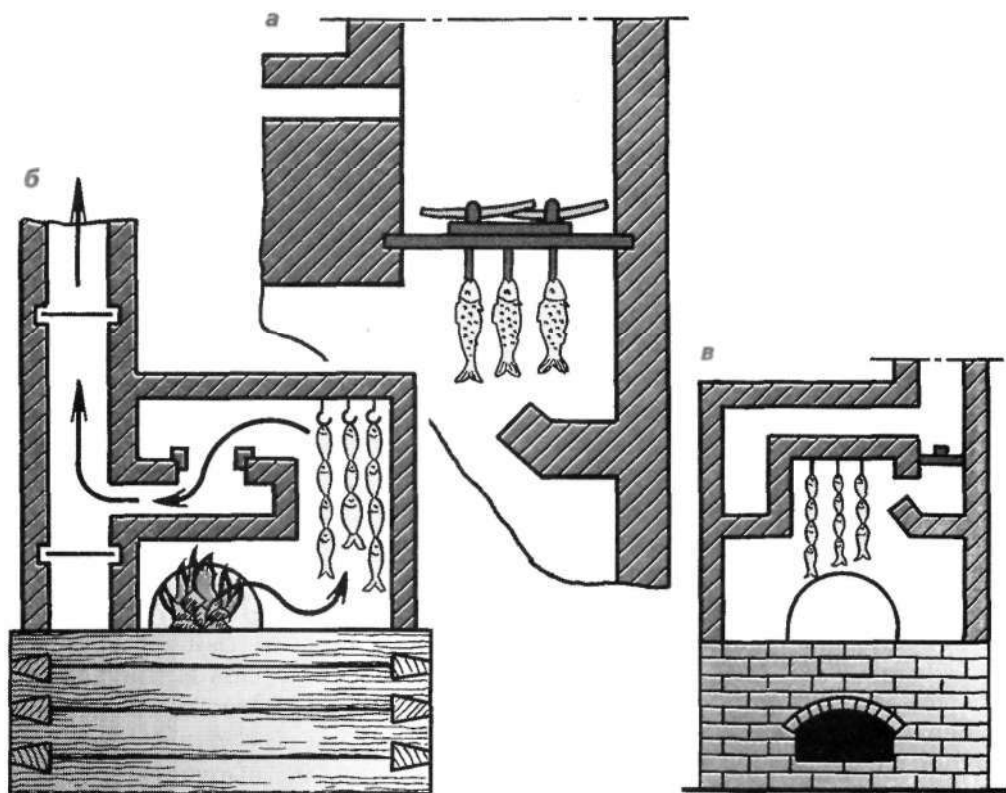

Рис. 90
**Горячее копчение.** При горячем копчении рыба не только коптится, но и прожаривается. Такая рыба имеет более высокие вкусовые качества, но хранится она гораздо меньше, и то только в леднике или холодильнике. Небольшое количество рыбы всегда можно подвергнуть горячему копчению во время очередной топки печи, подвесив ее в перетрубье под вьюшкой (рис. 90, а). С этой целью несколько рыб связывают попарно и подвешивают на деревянных палочках, положенных на бортики открытой вьюшки.
ли несколько снизок рыбы (рис. 90, б, в). Поскольку в перетрубье газы, выходящие из устья печи, имеют высокую температуру, то рыба не только коптится, но и достаточно хорошо пропекается.